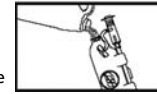

Figura 3
- Agregue la solución de limpieza (Figura 3). Consulte las instrucciones del fabricante para obtener información sobre las especificaciones y el uso adecuado de la solución de limpieza.